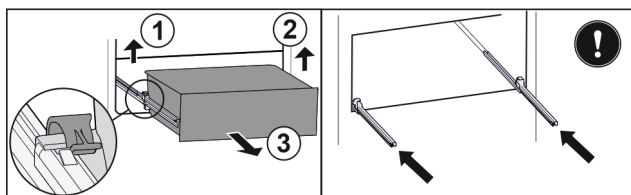

Fig. 46
- ▶ Zvedněte levou svorku a současně vytáhněte zásuvku vlevo dopředu. Fig. 46 (1)
- ▶ Zvedněte pravou svorku a současně vytáhněte zásuvku vpravo dopředu. Fig. 46 (2)
- ▶ Vyjměte zásuvku dopředu. Fig. 46 (3)